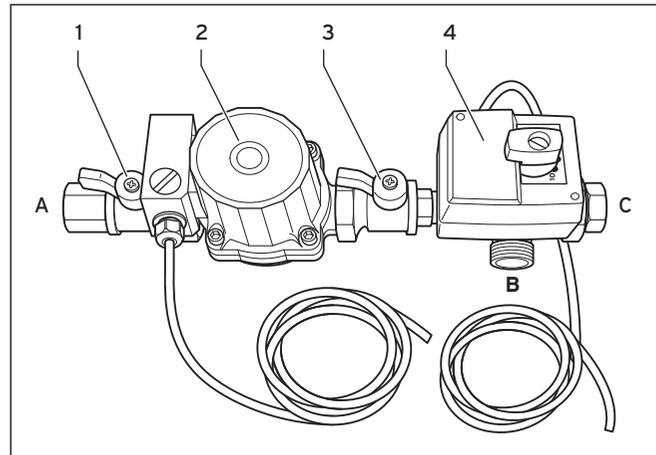

Abb. 5.3 Rücklauftemperaturanhebung
- Schließen Sie die Rücklauftemperaturanhebung (Abb. 5.3) an den Kesselrücklaufanschluss (C) an.
- Schließen Sie die Rücklauftemperaturanhebung am Rücklaufanschluss der Rückseite des Pellet-Heizkessels (A) an. Dabei muss der Pfeil auf der Unterseite der Rücklaufpumpe (2) zum Pellet-Heizkessel zeigen.
- Verbinden Sie den 3-Wege-Mischer der Rücklauf-temperaturanhebung über den Bypass (B) mit dem Kesselvorlauf.
- Stellen Sie die Elektroverbindungen für die Rücklaufpumpe (2) und den 3-Wege-Mischer (3) her.